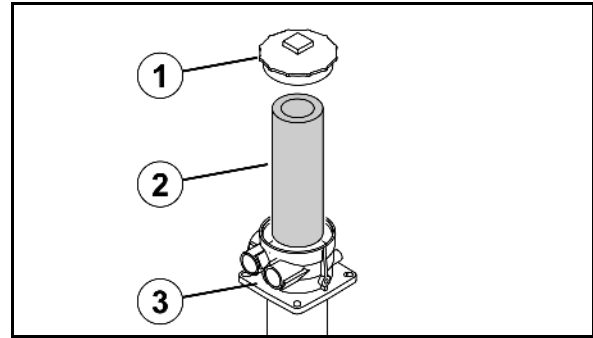

Bild 162
1. Avlägsna locket (Bild 162/1) från huset (Bild 162/3).
2. Byt returfiltret (Bild 162/2).